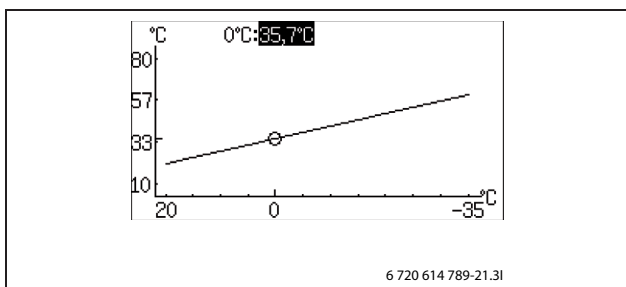

Bild 65
- ▶ Vrid ratten när fyrkanten är markerad tills 0 °C är markerad (→ Bild 65).